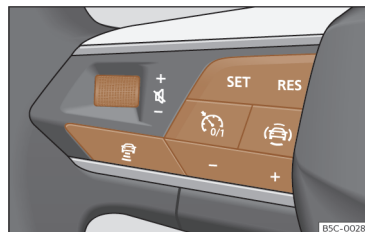

Fig. 111 No volante multifunções: botões para utilizar o ACC.
- Pressione o botão  do volante multifunções >>> **Fig. 111**.
- Para começar a regulação pressione o botão **SET** >>> **Fig. 111**.
Para programar a velocidade pressione os botões + ou - >>> **Fig. 111** até à velocidade pretendida. O ajuste de velocidade realiza-se em intervalos de 10 km/h (5 mph).
- Pressionar o botão e, em seguida, o botão + ou - >>> **Fig. 111**.
- Pressione brevemente o botão >>> **Fig. 111** ou pressione o pedal do travão.